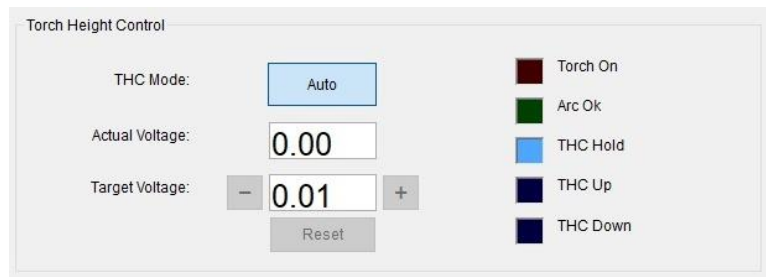

Fig. 80 Het vak 'Torch Height Control' 'THC Mode' Auto
1.1 Auto (Fig. 80): de spanning over de snijtoorts wordt gemeten en automatisch ingesteld als doelspanning.